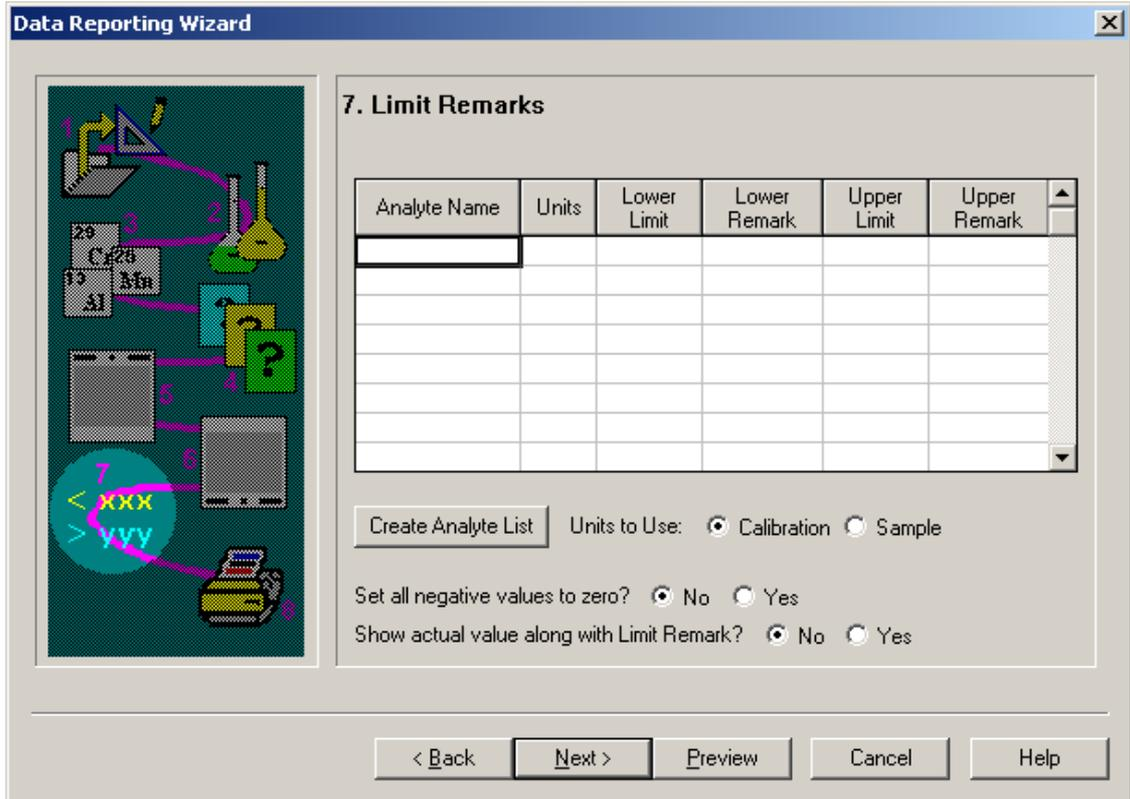

图 54. 报告结果上下限设定页面
3.1.8 点击上图中的“Next”，软件将进入到的画面可以供用户对低于某个下限或高于某个上限的测量结果进行特别显示，以便引起报告阅读人的特别注意。此画面如图 54：